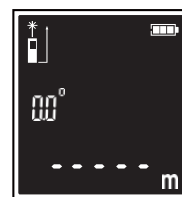

Fig. 6
Mode de mesure unique (Fig. 6)
- La mesure s'affiche immédiatement à l'écran. (Fig. 6)